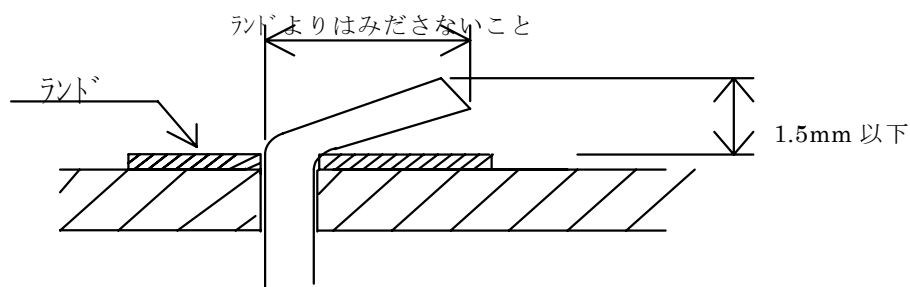

図 3-8
- (h) 部品リード線及び軟銅線の折り曲げ、処理方法は図 3-8 によること。